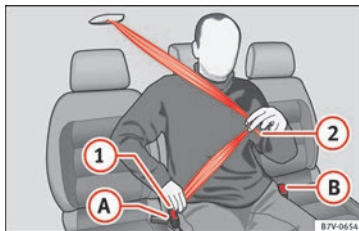

Fig. 89 Abrocharse el cinturón del asiento central de la segunda fila.
- Tire hacia abajo de la cinta del cinturón por la lengüeta de cierre » » » fig. 89 . No doble el cinturón al hacerlo » » » .
- Pase la cinta del cinturón por la región pélvica del ocupante tirando de la lengüeta de cierre » » » fig. 89 .
- Presione la tecla roja en el cierre » » » **fig. 89**